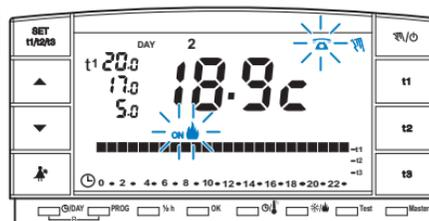

fig. 48
**En fermant le contact :** le chronothermostat au fonctionnement programmé, manuel temporaire/permanent ou programme Holiday, se met en **fonctionnement manuel permanent avec température t1 Confort**. L'écran affiche le symbole clignotant et « » fixe indiquant le forçage (fig. 48).